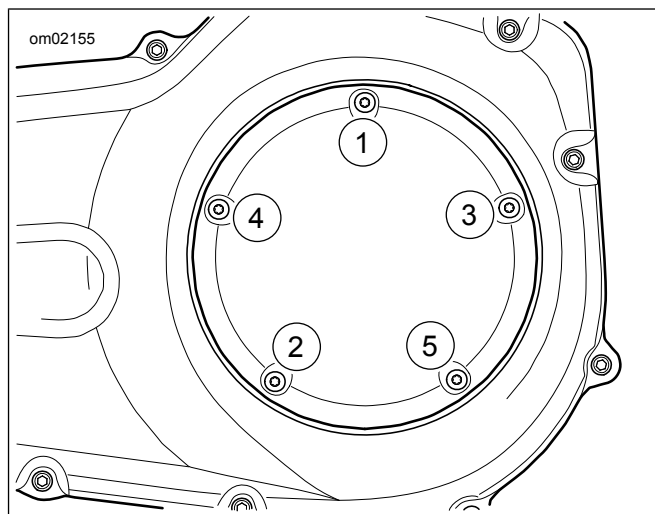

Figura 2. Secuencia de apretado
5. Ver Figura 2. Apriete los tornillos de la cubierta de inspección del embrague en la secuencia mostrada.